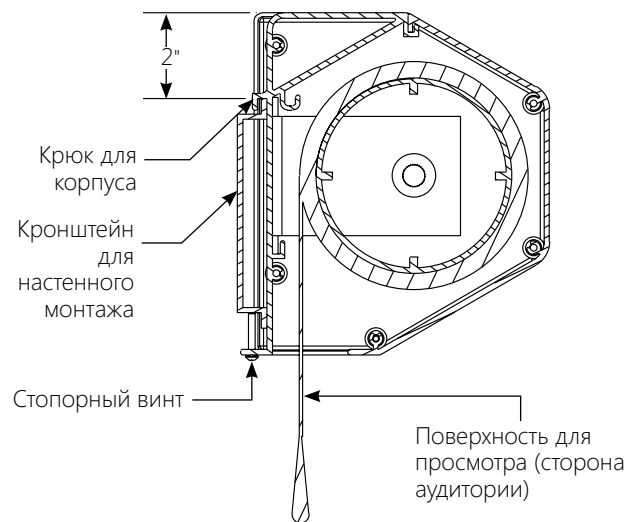

Рисунок 1
5. Установите корпус экрана на настенный кронштейн, как показано на рис. 1. Корпус должен быть полностью установлен на кронштейне. Закрутите стопорные винты в настенный кронштейн.